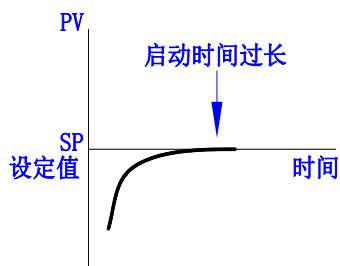

图 3.17 启动时间过长
- b) 启动时间过长，如图 3.17 所示。方法：增大 Kp 值，观察是否超调或震荡；若超调衰减出现震荡，适当减小 Kp 值，增大 Ki 值。